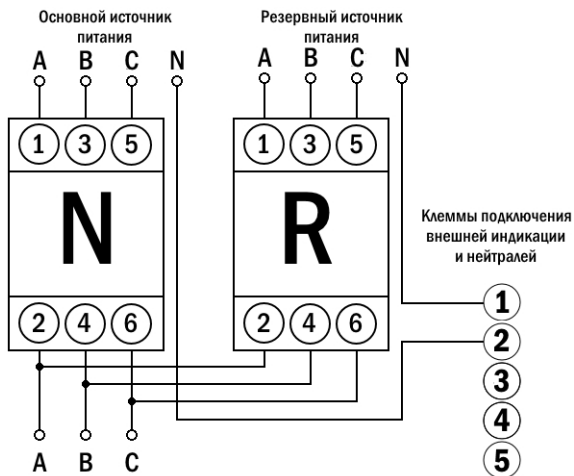

Рис. 5
- 1.5. Подключите прибор к нагрузке и источникам питания согласно схеме подключения (рис. 5).
- 1.6. Внимание!** Обязательно подключите провода нейтрали N источников питания к клеммам подключения (рис. 5, 6).